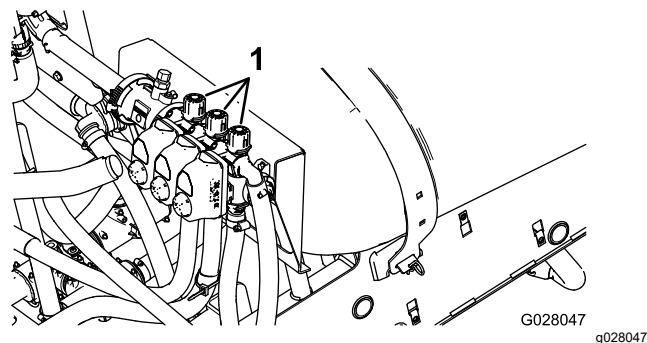

Figura 21
4. Ajuste o manípulo de derivação da secção direita (Figura 21) até que a leitura da pressão se encontre no nível previamente ajustado (habitualmente 2,75 bar).
6. Ajuste o manípulo de derivação da secção central (Figura 21) até que a leitura da pressão se encontre no nível previamente ajustado (habitualmente 2,75 bar).
2. Desligue a secção esquerda e ajuste o manípulo de derivação da secção (Figura 21) até que a leitura da pressão se encontre no nível previamente ajustado (habitualmente 2,75 bar).